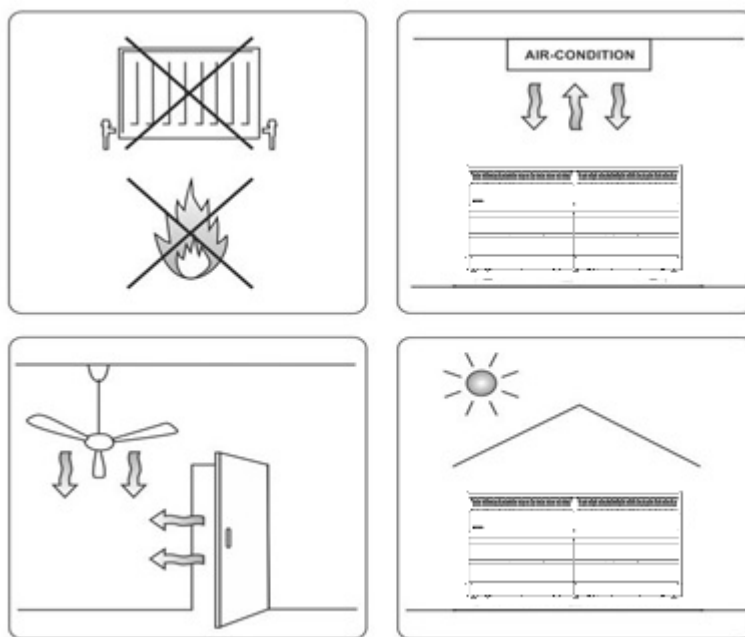

Рисунок 3 – Размещение витрины
**ЗАПРЕЩАЕТСЯ!** Устанавливать витрину в местах (рис. 3):